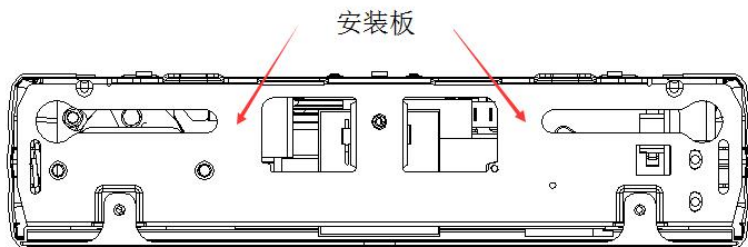
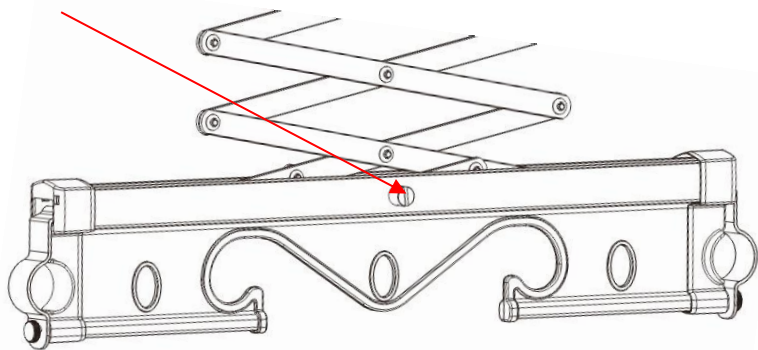
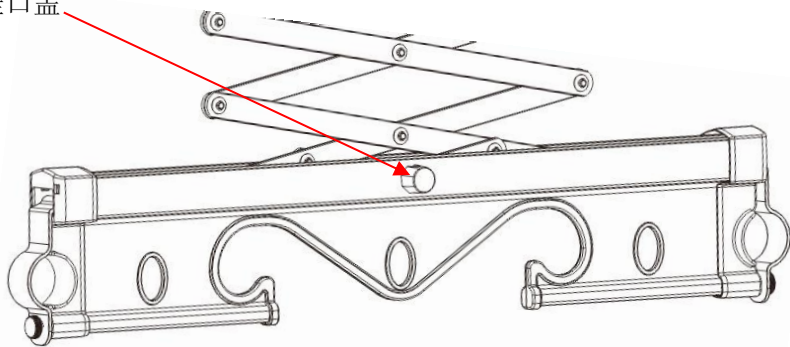

图 8
图 9
图 10
7、安装剪刀架：先将剪刀架一端滚轮滑进安装板滑槽内，移动剪刀架，滑向另一端，确保剪刀两端滑轮都在安装板滑槽内，用剪刀架螺钉锁住短剪刀片（如图 8 所示），将钢丝绳卡头套进钢丝绳挂口内（如图 9 所示），套上钢丝绳挂口盖（如图 10 所示），剪掉剪刀组扎带。以同样的步骤安装好另一侧剪刀架。